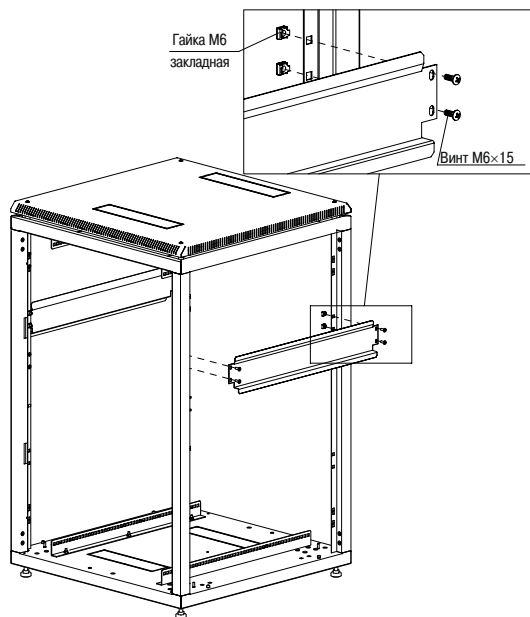
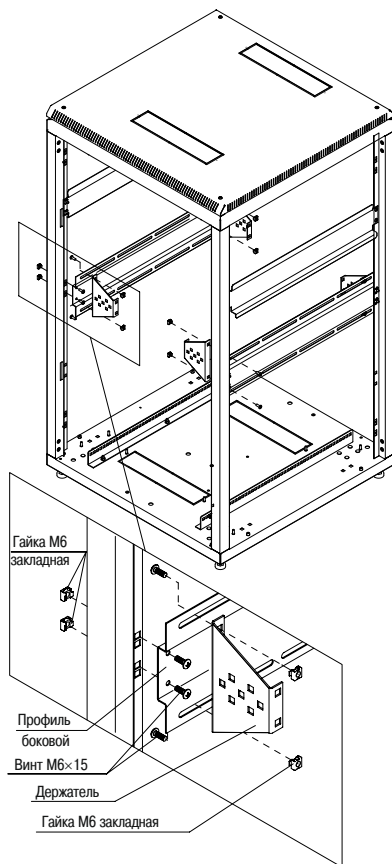

Рисунок 5 – Закрепление планок-зацепов
Рисунок 6 – Закрепление профилей боковых
4.2.5 Для закрепления планок-зацепов на стойках вставьте закладные гайки М6 в квадратные отверстия на стойках, закрепите винтами М6×15 с полукруглой головкой (рисунок 5). Закрепите на стойки шкафа профили боковые, а на профили боковые закрепить держатели также с помощью закладных гаек М6 и винтов М6×15 (рисунок 6).